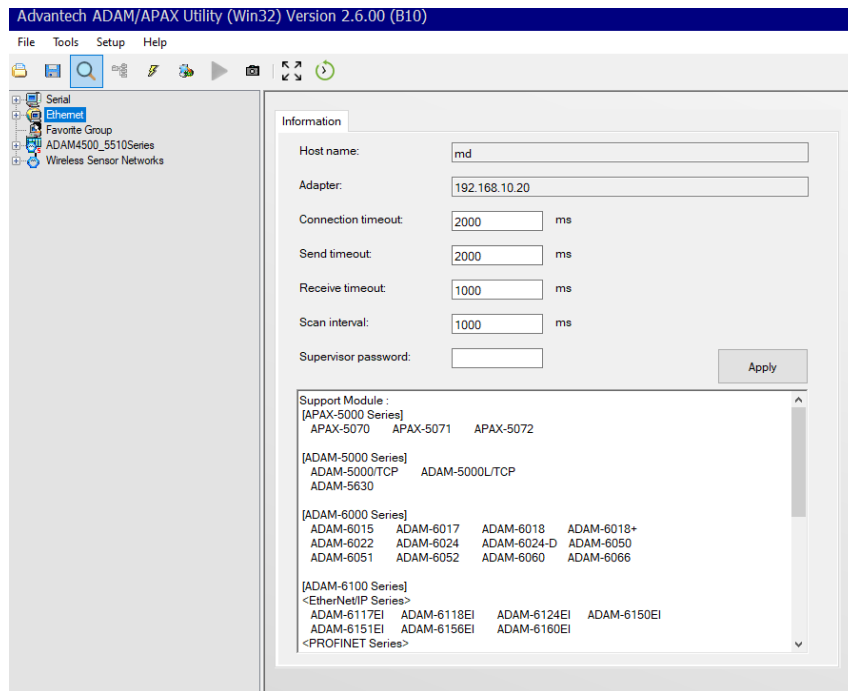

Рис. 3.6. Вікно тестової програми ADAM APAX Utility
3.3.2. Запустити тестову програму ADAM APAX Utility. Вікно програми наведено на рис. 3.6.